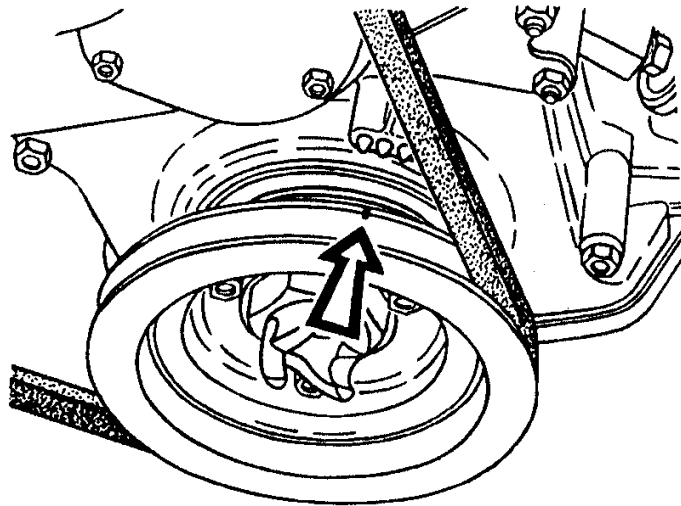

Рис.12. Установка поршня в ВМТ в первом цилиндре
4. Медленно поворачивать коленчатый вал до совпадения риски на шкиве коленчатого вала со средним выступом на крышке распределительных шестерен (рис.12). При этом положении впускной и выпускной клапаны первого цилиндра полностью закрыты.